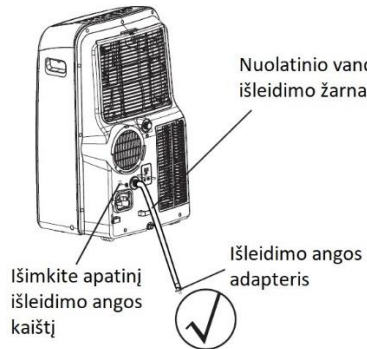

Fig.20b
- Prietaisui veikiant šildymo režimu (šildymo pompos) nuimkite apatinį išleidimo angos kištuką, esantį prietaiso galinėje dalyje, prijunkite 5/8" vandens išleidimo jungtį su 3/4" žarna (įsigijama atskirai). Modeliuose, kuriuose nėra išleidimo angos jungties, tiesiogiai pritvirtinkite išleidimo žarną prie angos. Kitą žarnos galą su adapteriu nukreipkite į vandens išleidimo vietą ant grindų (žr. Fig. 20b).